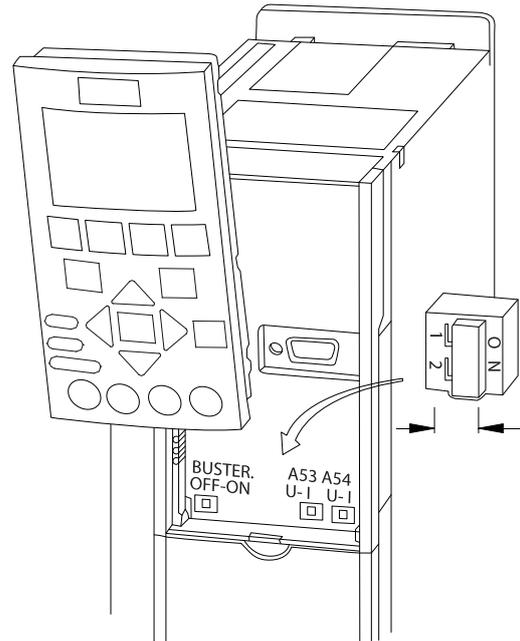

Abbildung 4.11 Lage der Schalter für die Klemmen 53 und 54
1. Entfernen Sie die LCP (siehe Abbildung 4.11).